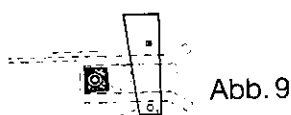
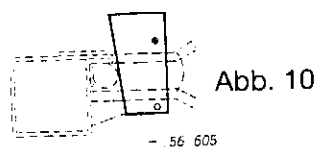

Abb. 9
Abb. 10
4.2.5 Für die Anhängung in den oberen Punkten gibt es zwei Möglichkeiten, siehe Abb. 9 und Abb. 10. Im Normalfall erfolgt die Befestigung mit dem breiten Keil nach Abb. 10.
Je nach John-Deere Typ und Reifengröße kann es sein, daß man bei Normalanhängung des Vorsatzes mit den vorderen Mähwerkspitzen nicht tief genug zum Boden kommt. Hier ist durch das Einschrauben von Vierkantstählen nach Abb. 9 in Verbindung mit den schmalen Keilen eine bessere Anpassung möglich. Der Mähvorsatz kommt hierdurch vorn ca. 100 mm tiefer.
Wenn der Mähvorsatz normal angehängt und das höhenbewegliche Häckselwerk zu tief abgesenkt wird, dann stößt eventuell der Häckselstrom mittig gegen die obere Quetschwalze und es kommt zu Verstopfungen. Der Grund liegt in dem zu tiefen Absenken des JD-Häckselwerkes. Hier empfehlen wir die Anhängung des Mähwerkes nach Abb. 9.